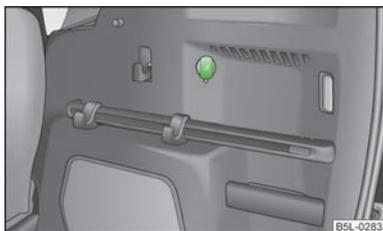

Fig. 70
Dans le coffre à bagages - » fig. 70.
► Ouvrez le cache de la prise » fig. 70.